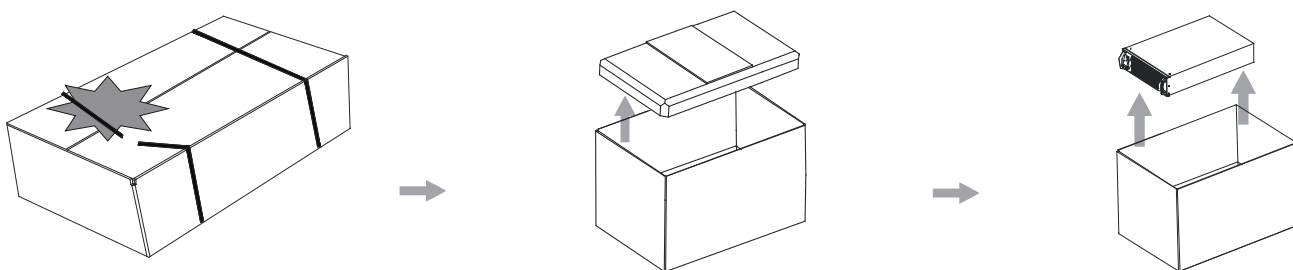

图 3-8：UPM 模块包装拆卸
1. 切断包装带，打开纸箱（图 3-8）；
2. 向上移走 UPS 模块上方填充物（图 3-8）；
3. 取出 UPS 模块（图 3-8）；